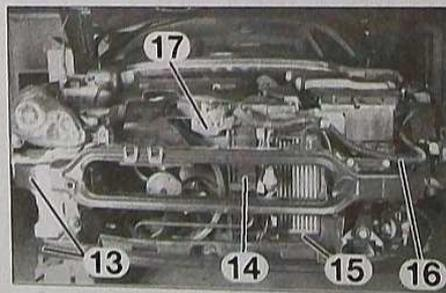

FIG. 51
- les deux traverses (13) (Fig.51).
- le radiateur (14).
- la connectique de motoventilateur (15).
- la goulotte de refroidissement de la boîte à fusible/calculateur (16).
- Débrancher et écarter la serrure de capot (17).